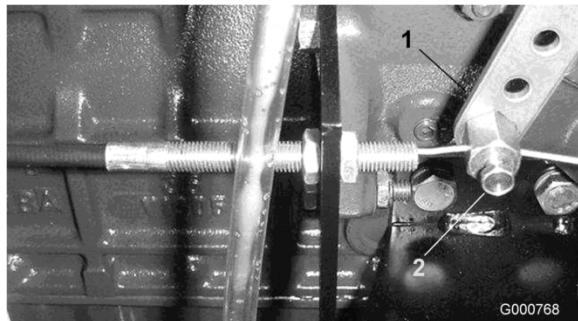

Figura 44
- Afloje el conector del cable del acelerador en la palanca de la bomba de inyección (Figura 44).